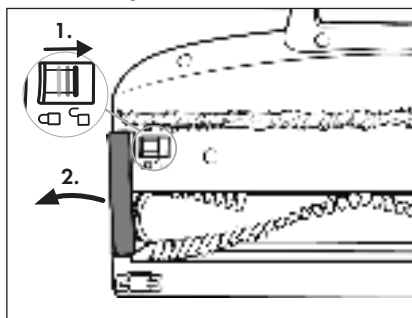

Fig. 24
- 2) Para desencastrar el rodillo de cepillos **21**, desplace el desencastre del rodillo de cepillos **19** con el dedo hacia el símbolo  (abrir). Tras esto, retire el soporte del rodillo de cepillos **20** del cepillo para suelos **22** (consulte la fig. 24).